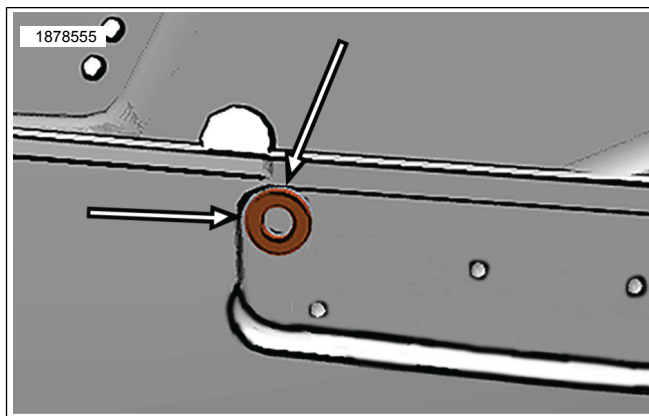

Figura 3. Localização da Perfuração do Orifício Superior do Alforje
- c. Ver a Figura 3. Use uma anilha plana (4) do kit como um guia de localização de perfuração, colocando a anilha plana contra a superfície do alforje a tocar o raio da parte superior e lateral do encaixe.